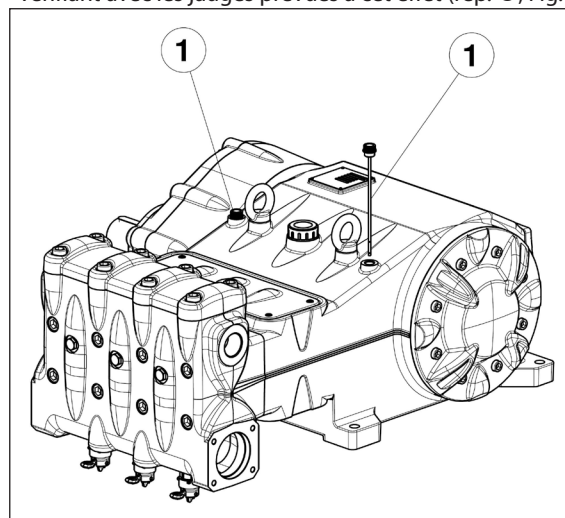

Fig. 8
5. L'huile dans le carter de la pompe est au bon niveau, en le vérifiant avec les jauges prévues à cet effet (rep. ①, Fig. 8).